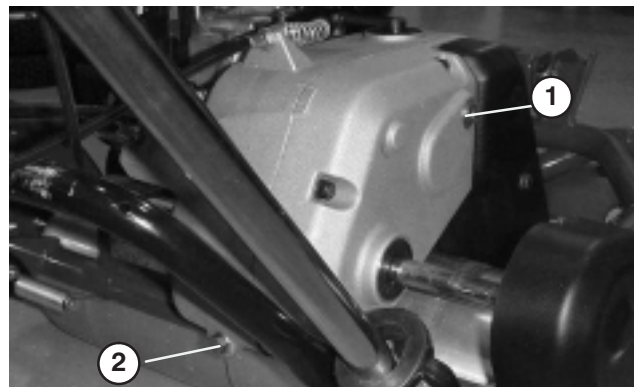

Figure 10
2. Retirez le bouchon de contrôle/remplissage du côté droit de la transmission (Fig. 10). Le niveau d'huile doit atteindre la base du trou de remplissage. Si ce n'est pas le cas, ajoutez suffisamment d'huile du type correct pour rectifier le niveau.